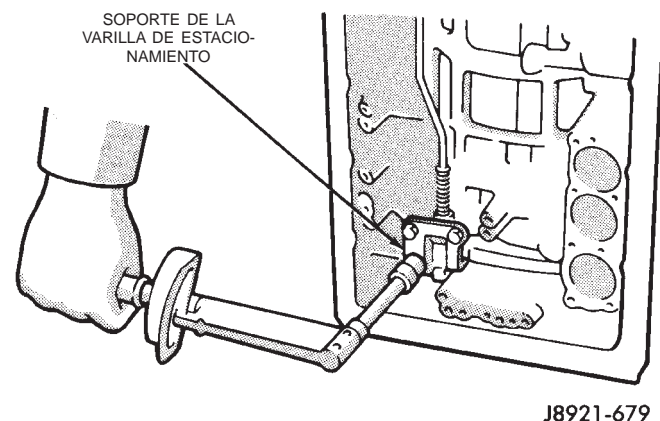

Fig. 135 Instalación del soporte de la varilla de estacionamiento
(25) Coloque el soporte de la varilla del seguro de estacionamiento en la caja y apriete los pernos de fijación del soporte con una torsión de 10 N·m (7 lbs. pie) (Fig. 135).